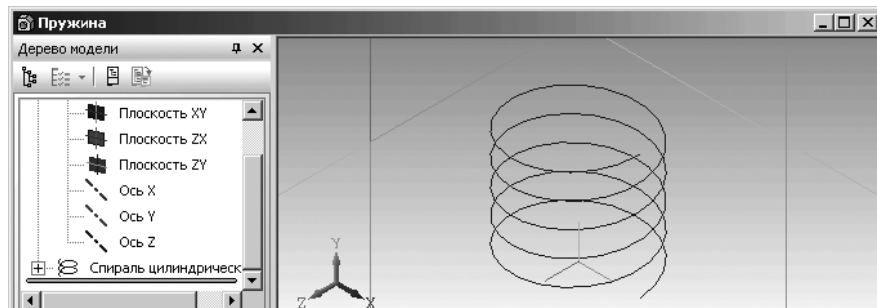

Рис. 2.107. Окно модели **Пружина** с фантомом пространственной кривой – **Спираль цилиндрическая** с установленными параметрами
- нажмите комбинацию клавиш **Ctrl+Enter** для создания объекта пространственной кривой – **Спираль цилиндрическая**. В окне **Дерево модели** появится пункт **Спираль цилиндрическая:1** (рис. 2.107).